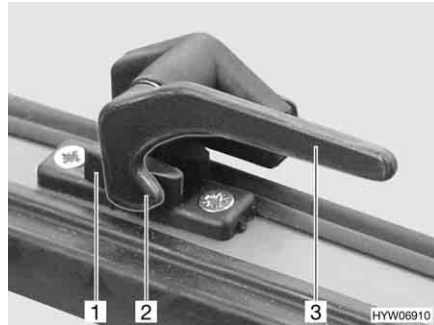

Bild 75 Låsarm i läget "stängd"
- Sväng låsarmen (Bild 75,3) ett kvarts varv mot fönstrets mitt.
- Sväng låsarmen (Bild 75,3) ett kvarts varv mot fönsterkarmen. Låsspaken (Bild 75,2) är placerad på insidan av fönsterlåset (Bild 75,1).
- I läget "helt stängt" (Bild 75)